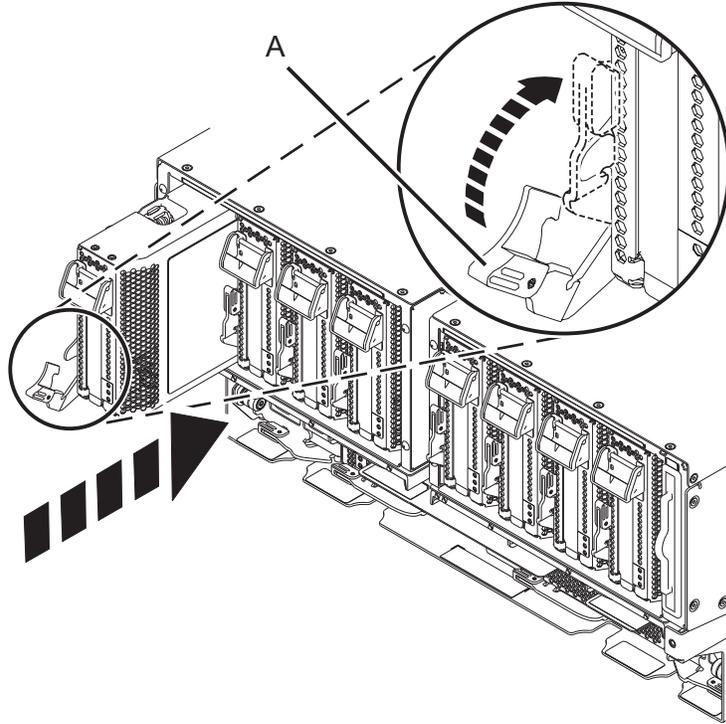

図 21. システムでの PCIe アダプター・カセットの取り付け
- a. カセット・ハンドル (A) をオープン position にして、アダプター・カセットの両端を注意深く握り、アダプター・カセットをスロットの位置に合わせてください。22 ページの図 21 を参照してください。
- c. カセットをスロットに完全に挿入したら、22 ページの図 21 に示す方向に赤褐色のカセット・ハンドル (A) を回転させて、アダプター・カセットをスロットにロックします。